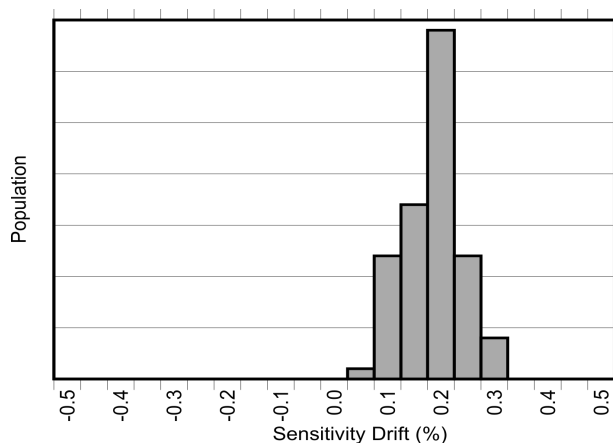
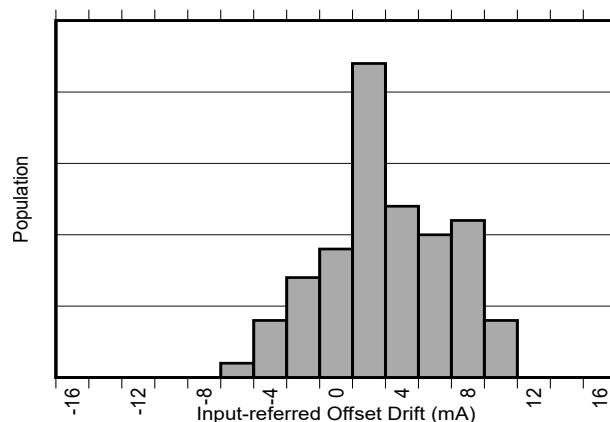

图 8-2. AEC-Q100 高温工作寿命应力测试后的灵敏度误差漂移
图 8-3. AEC-Q100 高温工作寿命应力测试后的以输入为基准的失调漂移
除了较大的热漂移之外，典型的磁性电流传感器由于在器件的寿命内老化，其灵敏度还会出现 2% 到 3% 的额外漂移。TMCS1133 中用于降低温度漂移的相同专有补偿技术也用于大大降低由于应力和环境条件（尤其是在较高的运行温度下）引起的老化而导致的寿命漂移。如 电气特性 所示，TMCS1133 具有行业出色的寿命灵敏度漂移，这是在标准三批 AEC-Q100 认证期间，在 130°C 和 85% 相对湿度 (RH) 下进行高加速应力测试 (HAST) 后实现的。在按照 AEC-Q100 认证规定进行 1000 小时、125°C 高温工作寿命应力测试后，还观察到 电气特性 中规定的界限内的低灵敏度和温漂。这些测试模拟了器件在使用寿命期间的典型运行情况，表明与典型的磁性电流传感器相比，由于老化导致的器件性能变化得到了极大的改善。图 8-2 和图 8-3 展示了在进行 AEC-Q100 规定的 1000